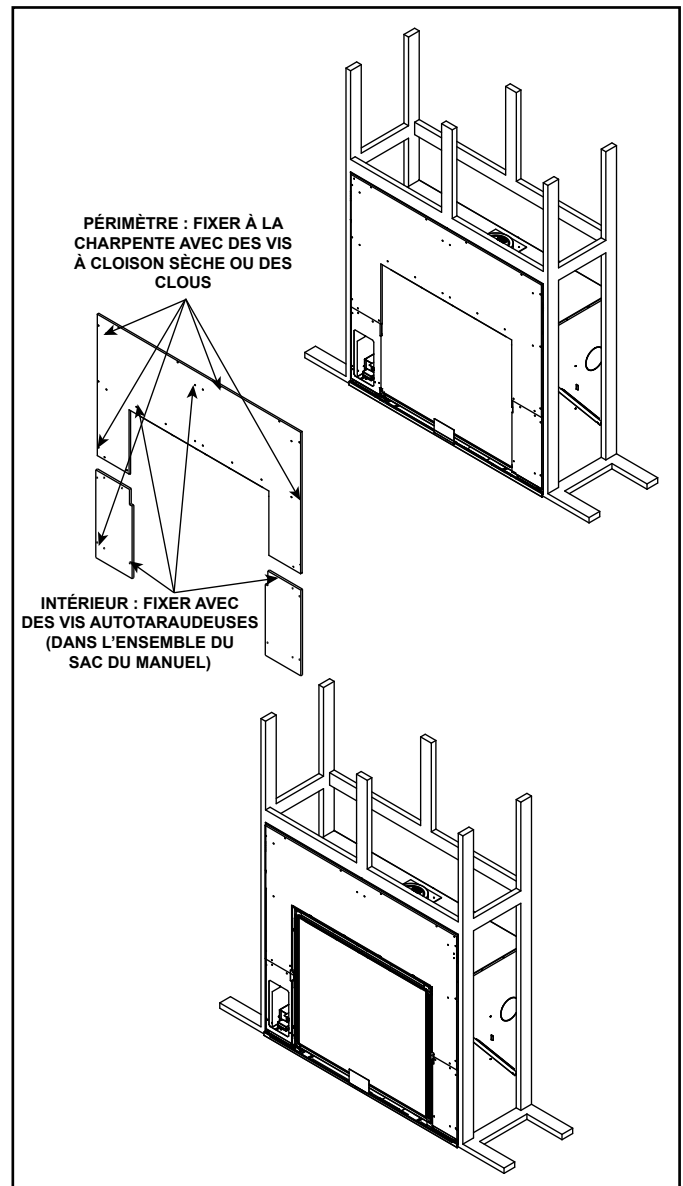

Figure 6.6 Installation du matériau de revêtement incombustible
- Le matériau incombustible fourni est livré à l'avant de l'appareil dans une grande couverture protectrice. Voir la figure 6.6.
- Installez les pattes incombustibles inférieures gauches et droites, ainsi que le dessus incombustible, avec les vis fournies dans le sac de l'ensemble du manuel. Voir la figure 6.6.
- Utilisez les attaches du paquet (le sac du manuel) pour les vis qui les maintiendront au foyer. Voir la figure 6.6.
- Utilisez des vis à placoplâtre ordinaires, ou des clous, pour fixer le périmètre du matériau de revêtement incombustible à la charpente de bois. Voir la figure 6.6.